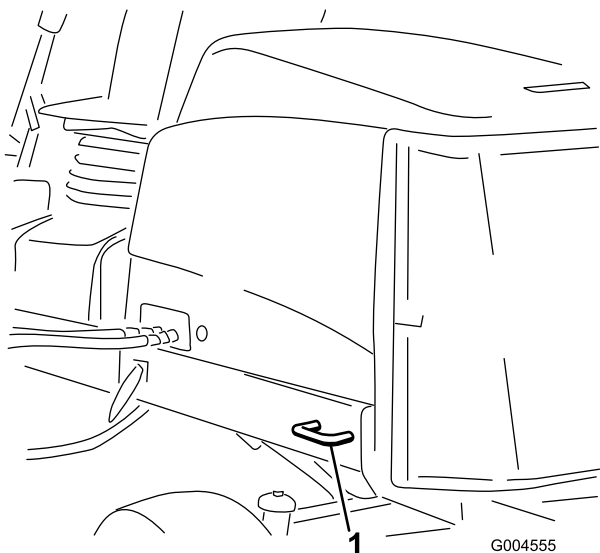

Figura 48
- Detrás – en cada lado de la máquina, en el bastidor trasero (Figura 48).